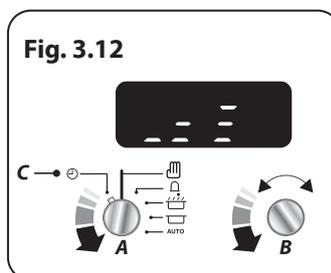

Fig. 3.12
Tournez le bouton du Programmeur (A) sur la position Horloge (C). Tournez le bouton Réglage (B) dans le sens antihoraire jusqu'à ce que les barres de volume s'affichent (**Fig. 3.12**).